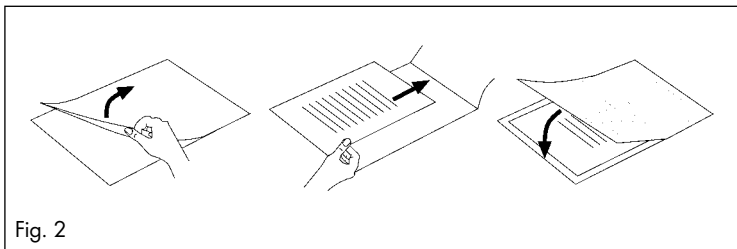

Fig. 2
- ▶ Asegúrese de utilizar solo una funda para el plastificado. Ábrala de la manera indicada en el ejemplo de la fig. 2.